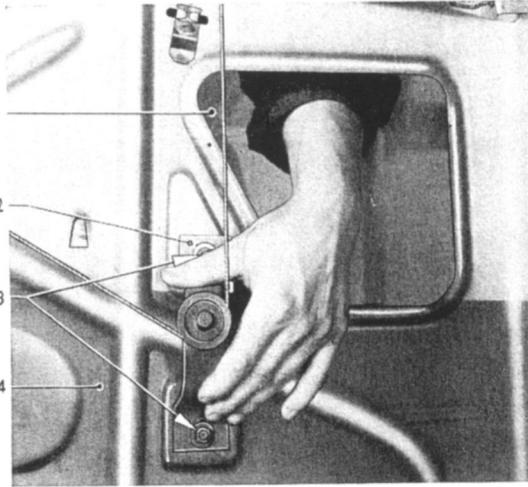

Bild 77 - Halter der unteren Seilführungsrolle verstellen
2. Wenn erforderlich, Vorspannung des Seiles neu einstellen. Dazu beide Schrauben (77/3) des verstellbaren Halters (77/2) der unteren Führungsrolle lösen und Halter durch Montageöffnung nach oben oder unten so weit verschieben, bis richtige Vorspannung des Seiles vorhanden ist (Bild 77). Schrauben endgültig festziehen.